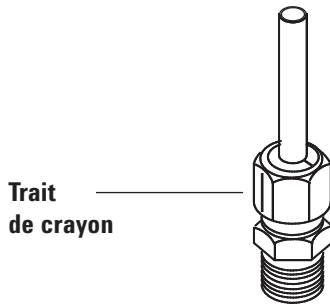

Figure 20 Marquage du raccord
- 7 Faites une marque au crayon sur l'écrou (voir Figure 20).